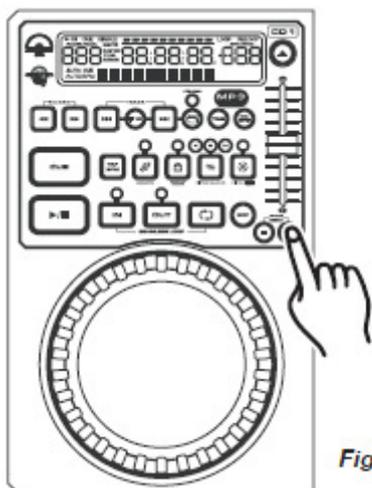

Figure 26
Le *BOUTON PITCH BEND (+)* (9) va augmenter la vitesse de lecture de la piste et le *BOUTON PITCH BEND (-)* (9) va la diminuer. La valeur de la modification de vitesse dépend du temps pendant lequel vous appuyez sur le bouton. Par exemple, si la pression sur le bouton *PITCH BEND (+)* (9) est maintenue en permanence comme sur la Figure 26, la vitesse du disque va augmenter et va continuer à augmenter jusqu'à ce qu'elle atteigne un maximum de 16 % de gain de vitesse. Lorsque vous relâchez le bouton *PITCH BEND (+)* (9), la vitesse du disque revient automatiquement à sa vitesse précédemment configurée.